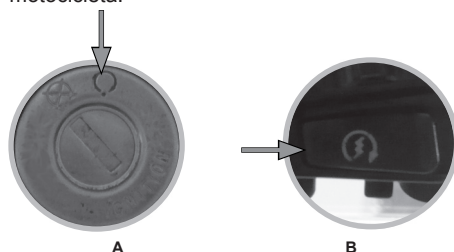

Imagen 14. Encender el motor
4. Girar la llave a la posición . Ver imagen 14-A.
10. Oprimir el interruptor de arranque eléctrico para dar marcha al motor. Ver imagen 14-B.